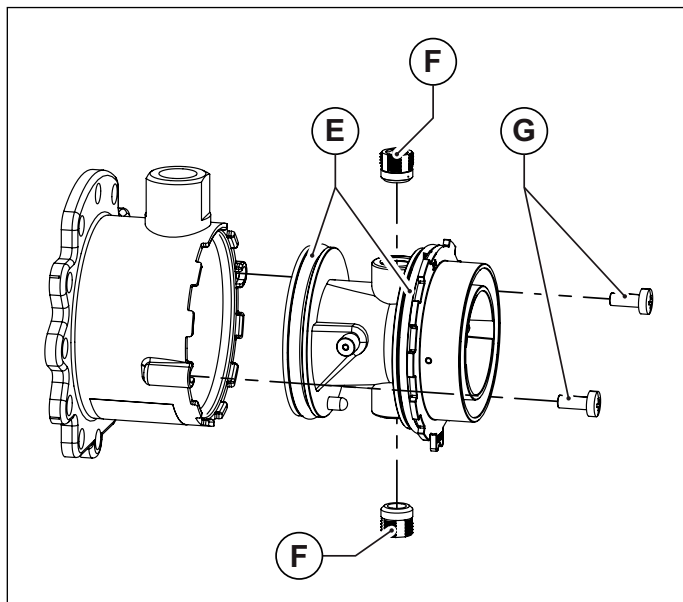
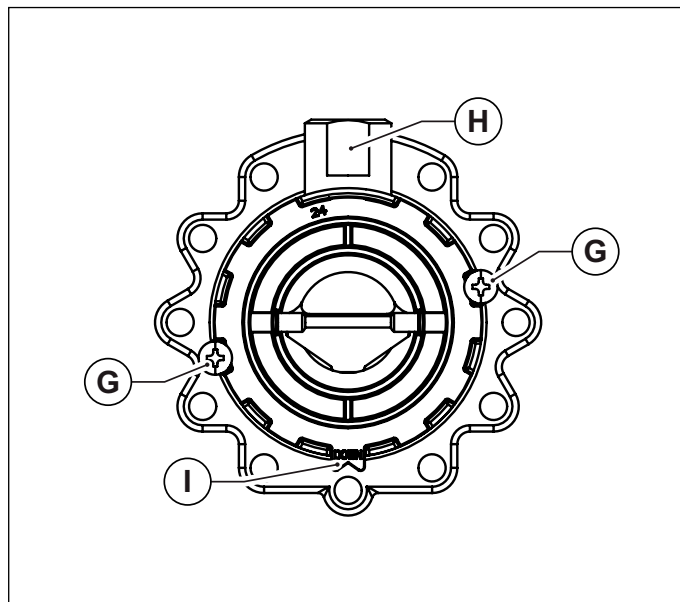

Рис. 38 Пластмасовий корпус змішувача
Рис. 39 Розташування для монтажу
- Відкрутіть два гвинта та вийміть пластиковий корпус змішувального вузла (дивись Рис. 38 Пластмасовий корпус змішувача).
- Використовуючи шостигранний ключ, викрутіть дві форсунки діаметром 6 мм (дивись Рис. 38 Пластмасовий корпус змішувача).
- Вставити пластмасовий корпус (трубку Вентурі) в вузол підмісу та зафіксувати його гвинтами, слідкуючи за тим щоб не пошкодити ущільнення які розташовані по краях пластмасового корпусу (див. Рис. 38 Пластмасовий корпус змішувача) правильно обрати монтажне положення (див. Рис. 39 Розташування для мотажу).
- Закріпіть вузол підмісу на вентиляторі за допомогою болтів з циліндричною головкою під шостикутник, не забуваючи встановити між ними кілцеве ущільнення (див. Рис. 38 Пластмасовий корпус змішувача).
- Вставити пластмасовий корпус (трубку Вентурі) в вузол підмісу та зафіксувати його гвинтами, слідкуючи за тим щоб не пошкодити ущільнення які розташовані по краям пластмасового корпусу (див. Рис. 38 Пластмасовий корпус змішувача) правильно обрати монтажне положення (див. Рис. 39 Розташування для монтажу).
- Закріпіть вузол підмісу на вентиляторі за допомогою болтів з циліндричною головкою під шостикутник, не забуваючи встановити між ними кільцеве ущільнення (див. Рис. 38 Пластмасовий корпус змішувача).